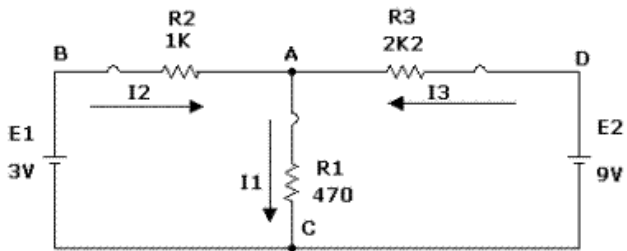
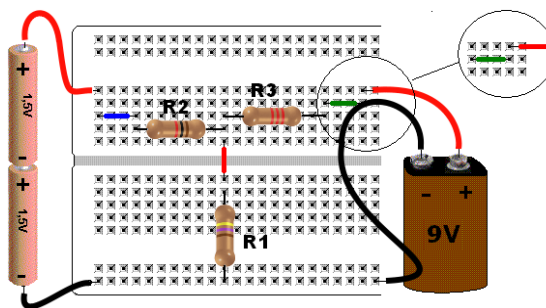

Figura 5 – Circuito para aplicar o teorema da Superposição
Figura 6 – Circuito para aplicar Superposição de Efeitos
- 1 Para o circuito da Figura 5 calcule os valores parciais da corrente em R2 (1 K), devido ao gerador E1 (I_{E1}) e ao gerador E2 (I_{E2}) e a corrente total devido aos dois simultaneamente (I_2). Anote na tabela 1.
- Monte o circuito da Figura 5 na matriz de pontos de acordo com *layout* sugerido da Figura 6.